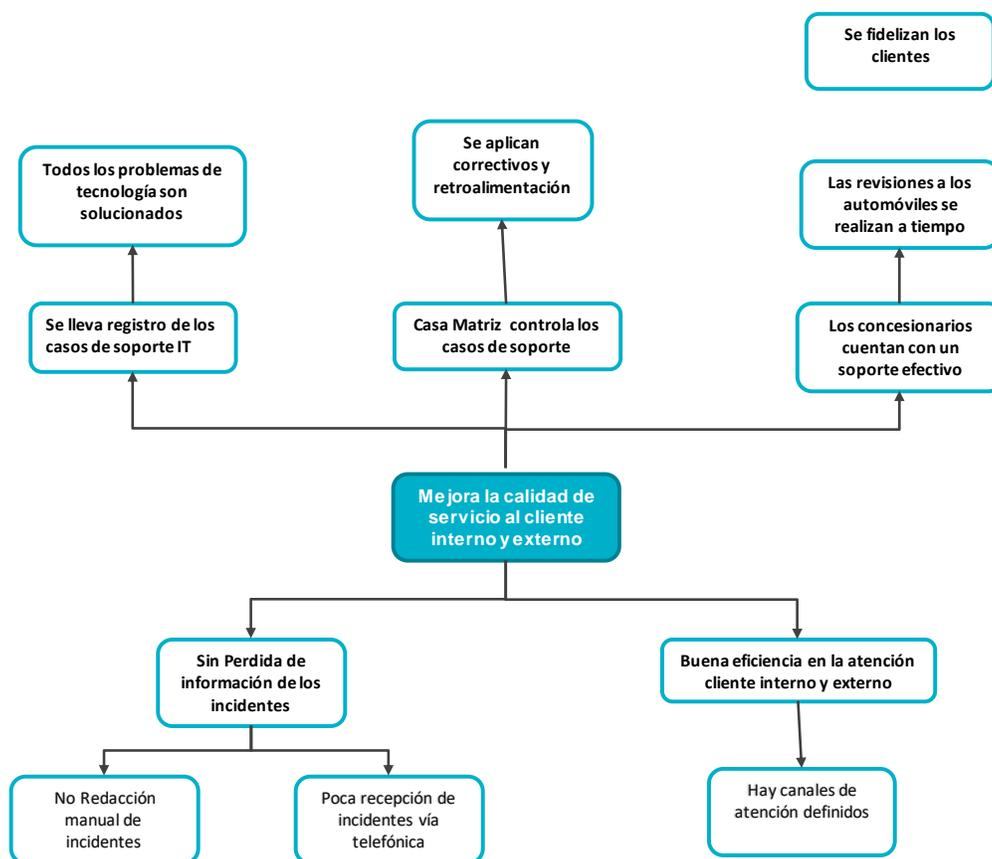

Figura 13. Análisis de Objetivos.
4.1.3 Árbol de Objetivos. Se establecen los siguientes objetivos a cumplirse en el actual proyecto. En la figura 13 se muestra el entorno del análisis del problema, si se encontrara solucionado.